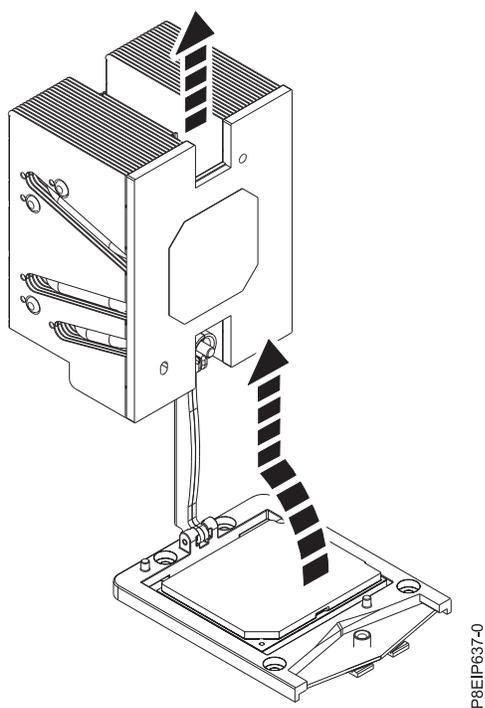

Figura 65. Levantando o dissipador de calor do braço de carregamento
4. Gire e levante para cima no dissipador de calor. O braço de carregamento gira para cima; gire o dissipador de calor e levante-o do braço de carregamento. Consulte a Figura 65.